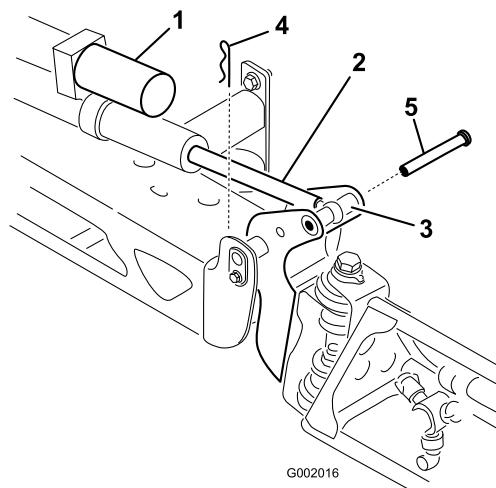

Figure 43
2. Retirez la goupille fendue de l'axe de pivot (Figure 43).
3. Soulevez la rampe et déposez l'axe (Figure 43). Abaissez lentement la rampe au sol.
6. Élevez la rampe pour aligner le pivot sur la tige d'actionneur. Tout en maintenant la rampe, insérez l'axe dans le pivot de rampe et la tige d'actionneur (Figure 43).